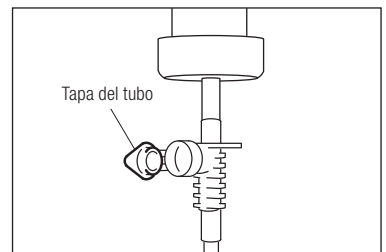

Fig.10
- 3) Abra el tapón del tubo para introducir aire en la botella/bolsa. (Fig.10)